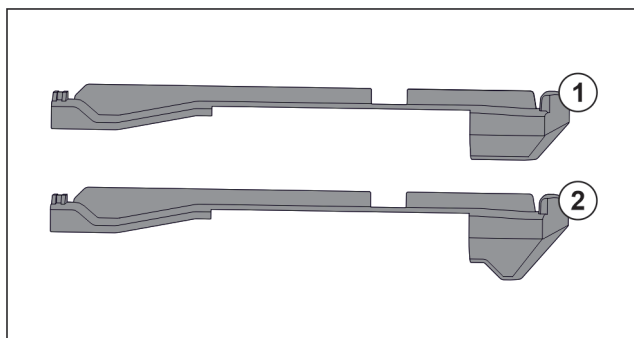

Fig. 150 Porovnání nasazovacích dílů
V přístroji se nacházejí dva různé nasazovací díly. Nasazovací díl nad nejspodnější zásuvkou Fig. 150 (2) má hranu trojúhelníkového tvaru. Všechny ostatní nasazovací díly Fig. 150 (1) mají rovnou hranu.
- Nasazovací díl Fig. 150 (2) s hranou trojúhelníkového tvaru připevněte nad nejspodnější zásuvkou.
- Nasazovací díl Fig. 150 (1) s rovnou hranou připevněte na všech ostatních místech.